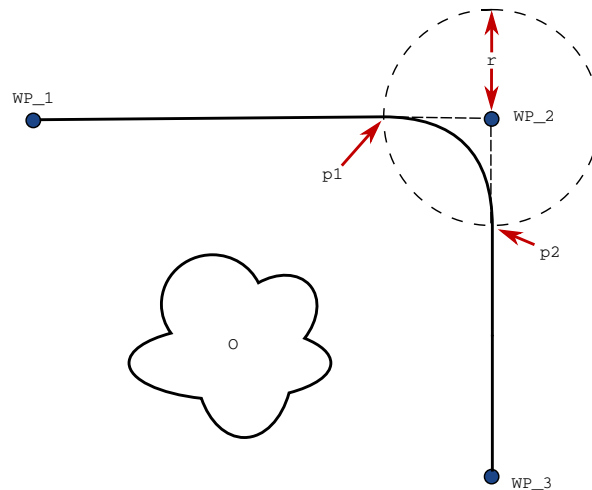

Figura 14.3: União WP\_2 com raio  $r$ , posição da união inicial em p1 e posição da união final em p2. O é um obstáculo.
**Parâmetros de união** Além dos pontos de rota, vários parâmetros influenciarão a trajetória da união (consulte a figura 14.3):